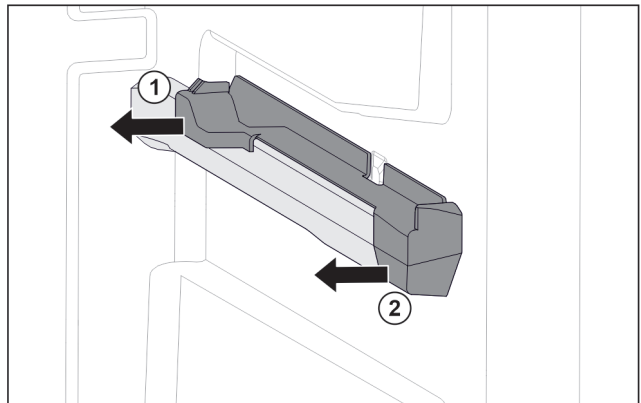

Fig. 41 Вставна частина на правому ребрі для резервуару
- Відсунути вставну частину назад вбік. Fig. 41 (1)
- Відсунути вставну частину вперед вбік. Fig. 41 (2)